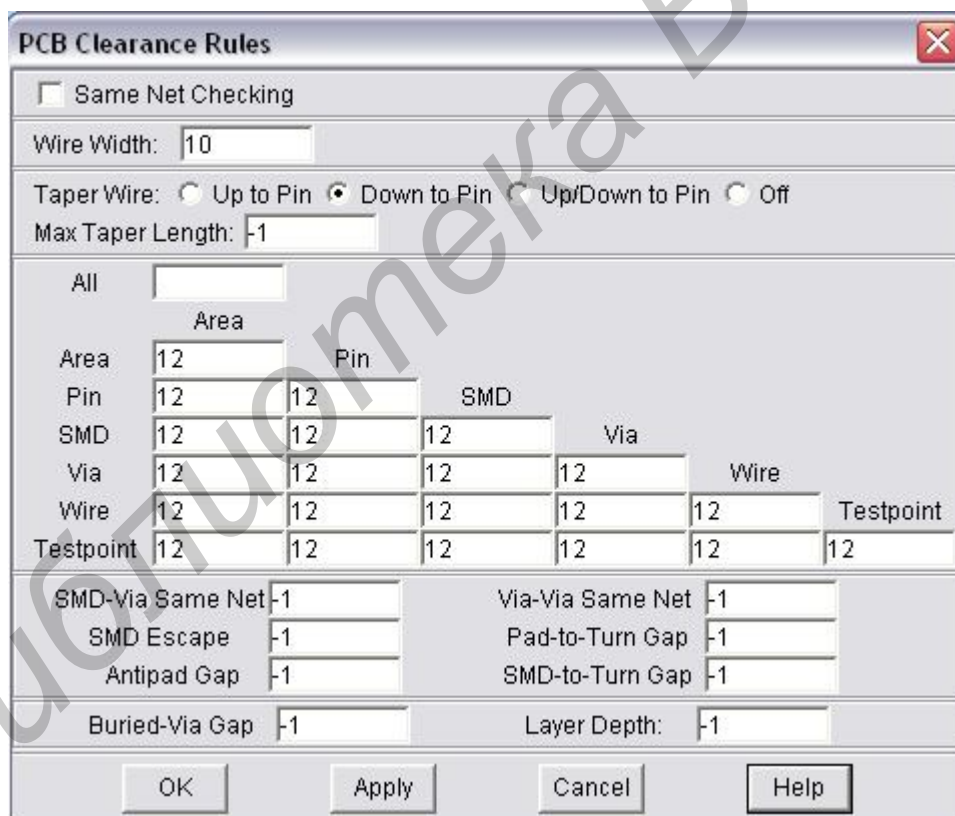

Рисунок 16 – Окно команды *Rules/PCB/ Clearance*.
4. Определить правила трассировки уровня платы (**PCB**). Если предполагается предварительно в интерактивном режиме трассировать критические цепи, то в данном пункте достаточно установить зазоры и ширину проводников. Остальные параметры можно установить перед автотрассировкой. Для установки зазоров и ширины проводников для всей платы нужно выполнить команду *Rules/PCB/Clearance* (рисунок 16).
Установка зазоров (подкоманда *Clearance*, например *Rules/PCB/Clearance*, *Rules/Net/Clearance*). В качестве примера рассмотрим окно команды *Rules/PCB/Clearance* (рисунок 16).